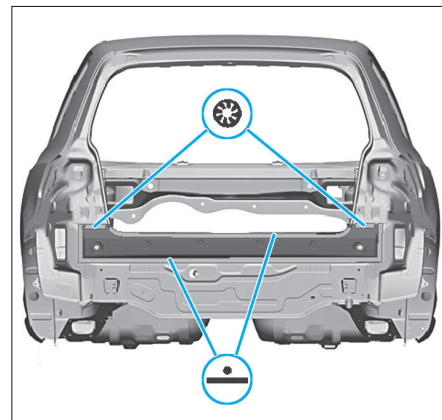

FIG. 150
- Souder la pièce neuve à la pointeuse électrique et par bouchonnage (Fig.150).